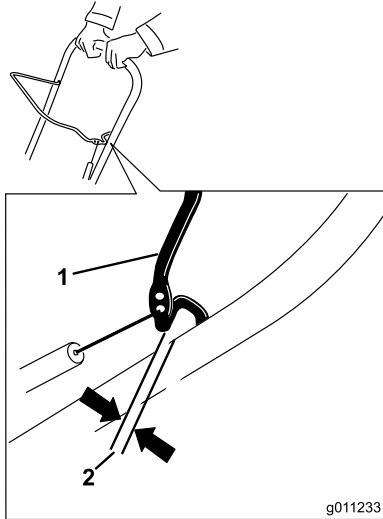

Figura 24
Tirate la barra di comando indietro, contro la stegola, per eliminare il gioco presente sul cavo di comando (Figura 24).
**Nota:** Accertatevi che tra la barra di comando e la stegola vi sia una distanza compresa tra 2 e 3 mm (Figura 24).